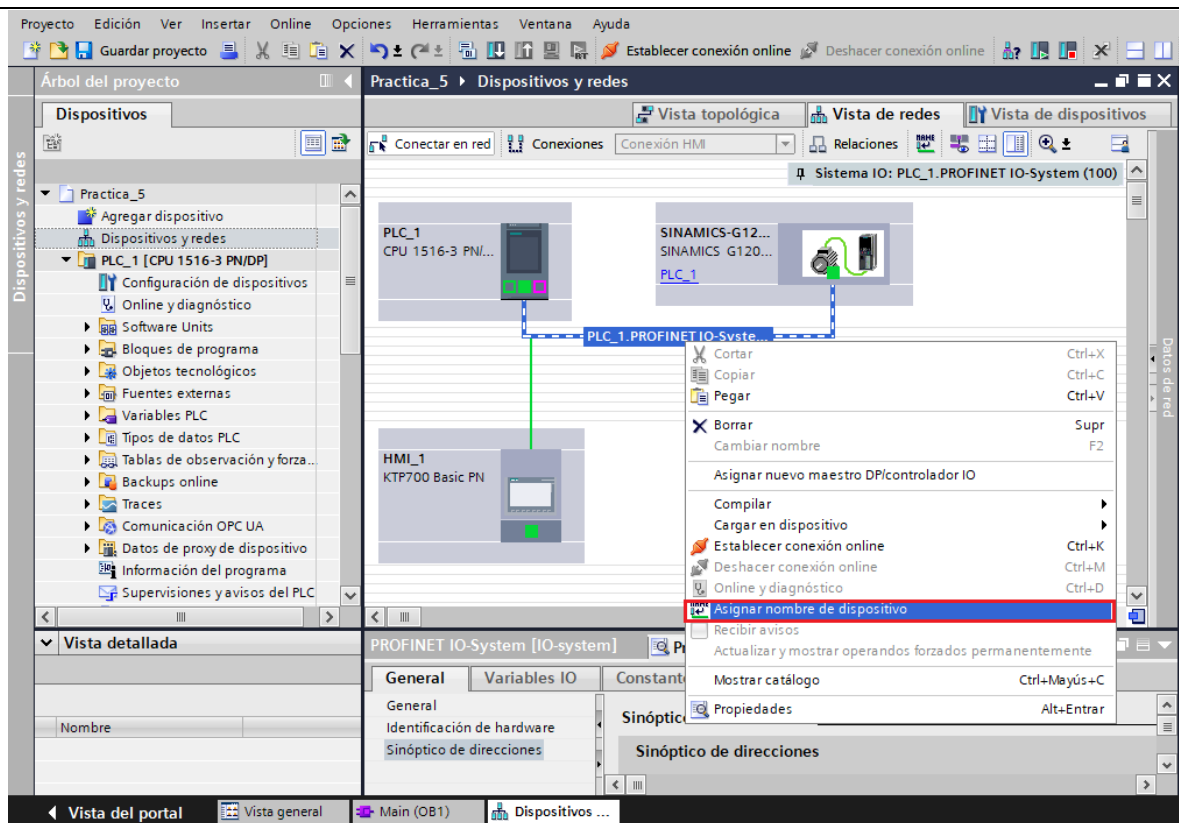

Figura 20. Identificación del variador de frecuencia.
- Dar clic derecho sobre la red Profinet y elegir la opción **“Agregar nombre de dispositivo”** (ver Figura 20).